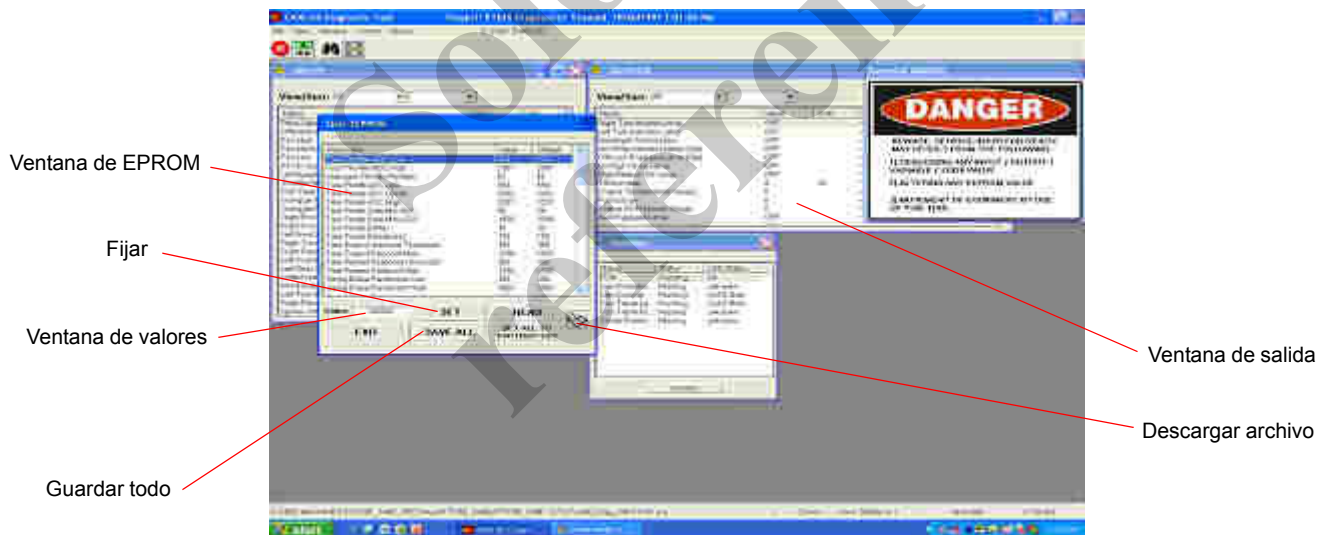

FIGURA 2-8
2. Conecte una computadora portátil al conector para diagnóstico de la cabina y acceda a la vista de configuración de EPROM (Figura 2-8). Disponga las ventanas en la pantalla de modo que se pueda ver la ventana de EPROM y la de valores de salida.